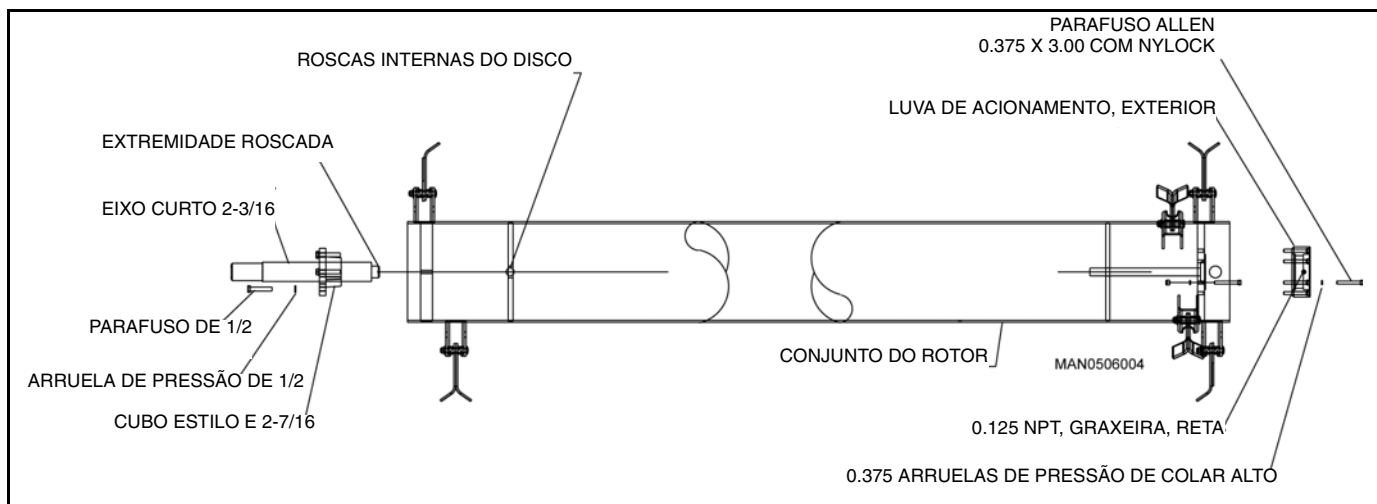

Figura 42. Conjunto do eixo curto
2. Remova os três parafusos de cabeça sextavada 1/2 x 2-1/2 no cubo Taper-Lock e reinstale os parafusos em três furos roscados (consulte a Figura 42).